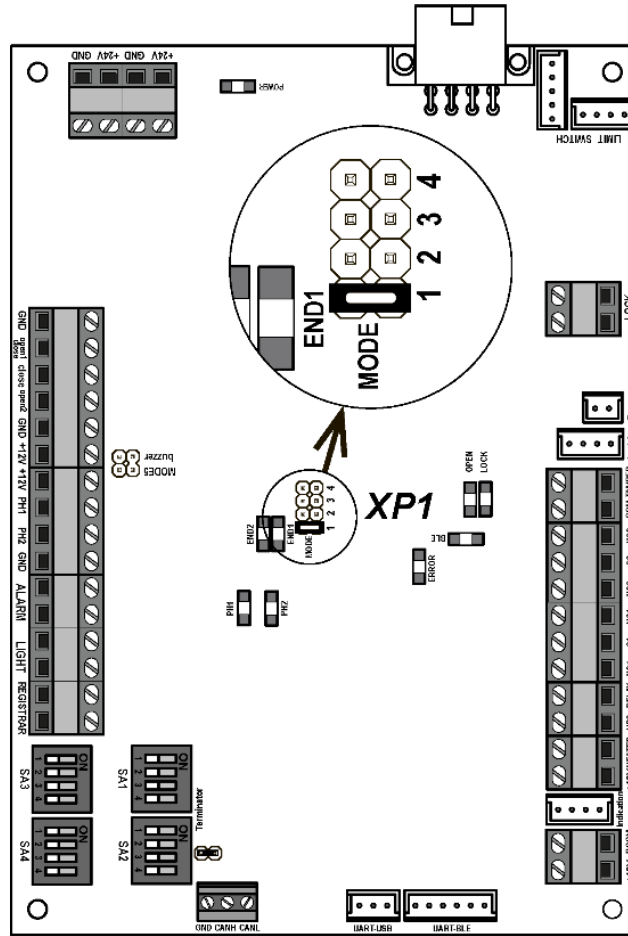

Рисунок 9. Расположение джампера «MODE1» при левостороннем положении стрелы
2. На приводе стрелы переведите рычаг (13) в нижнее положение. Для этого шлицевой отвёрткой вращайте винт разблокировки привода (21) против часовой стрелки до упора.
4. Демонтируйте рычажно-шатунную группу – детали (12) и (13), для чего открутите два болта (14) с внутренним шестигранником S10 и снимите стопорное кольцо (15). Детали плотно насажены на оси, при снятии покачивайте их из стороны в сторону, при необходимости используйте большие отвертки в качестве рычагов.
5. Снимите стопорное кольцо (16) и разъедините детали – шатун (12) и рычаг (13). Замените рычаг (13) на другой из комплекта поставки (рычаг с маркировкой 18В-В соответствует правосторонней установке стрелы, рычаг с маркировкой 18В-А – левосторонней). Установите шатун на новый рычаг и зафиксируйте обе детали стопорным кольцом (16).
6. Открутите четыре винта (18) с внутренним шестигранником S6 и переставьте упор (17) зеркально относительно вертикальной оси привода, на рисунке – место (19). Перед установкой упора на новое место проверните вал редуктора с упорной лапкой (9) при помощи винта (10). При необходимости зафиксируйте упор на новом месте болтами (7).
7. Установите на место рычажно-штурманскую группу и закрепите ее болтами (14) на валу кронштейна стрелы и стопорным кольцом (15) на шарнире лапки (20).
8. На плате управления поставьте перемычку-джампер «MODE1» на разъем **XP1** для левостороннего положения стрелы. Для правостороннего положения – джампер по умолчанию снят (см. рис. 9):